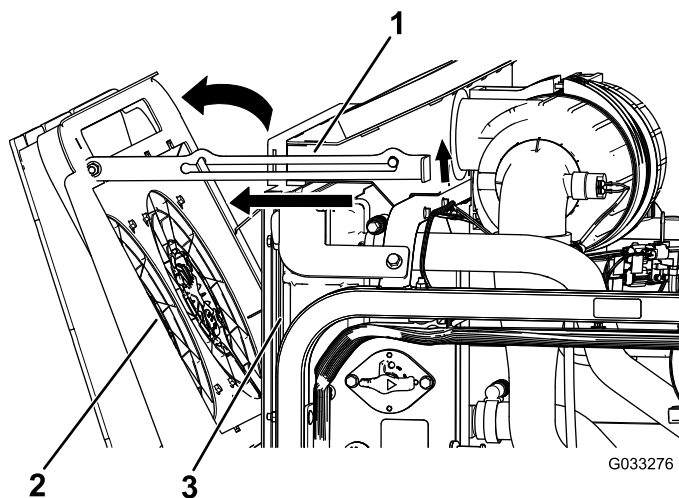

Figura 114
2. Ruotate le ventole di raffreddamento del motore all'indietro rispetto al radiatore e bloccate l'asta di sostegno nella tacca (Figura 114).